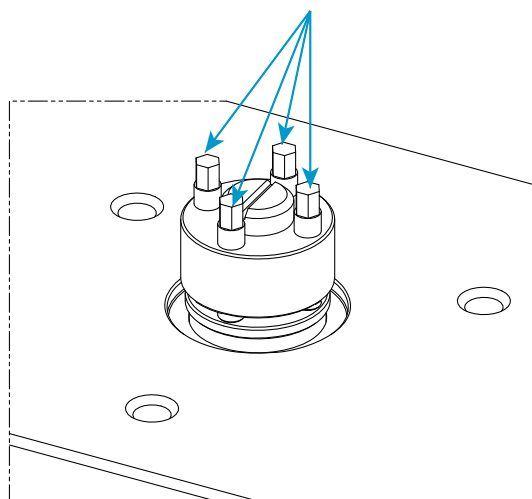

Figura 26. Conjunto de tensor mecánico
11. Utilice la llave dinamométrica (80-9-11) con la llave de vaso hexagonal correspondiente de 5 mm (67-4-29) suministrada en el kit del tensor mecánico para apretar los cuatro tornillos de ajuste (que se muestran en Figura 26) en el tensor mecánico con un par de 14 N-m (10,3 pies-lb) de acuerdo con el siguiente procedimiento: